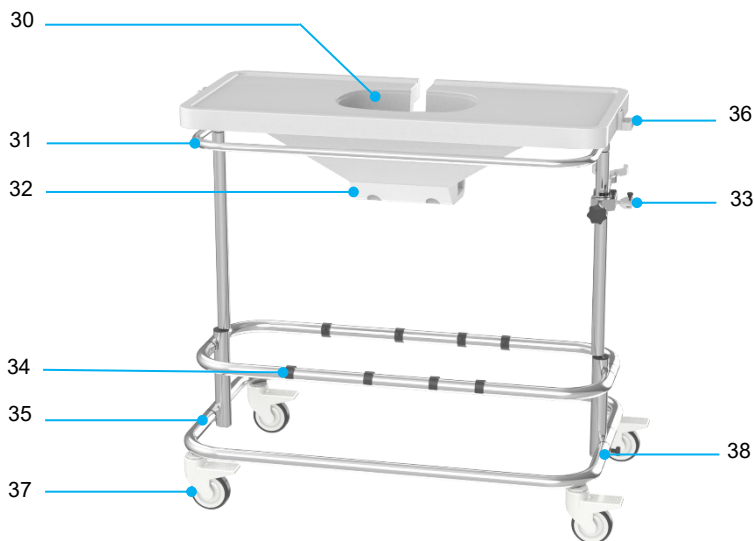

Figure 7 Chariot
L'unité thermique et l'unité de pompe sont montées sur un chariot (voir Figure 7). Le chariot est équipé de roues pivotantes avec freins et d'une barre de poussée pour permettre le transport dans l'hôpital.
- Placez le chariot dans la bonne position et actionnez les freins des roues pivotantes (Figure 7, élément 35).
- Placez le réservoir pour le rein dans la cavité du plateau du Kidney Assist (Figure 7, élément 30).
- Placez le capteur de pression dans les supports sur le côté du plateau (Figure 7, élément 36).
- Placez l'oxygénateur dans le support du chariot (Figure 7, élément 37) en le pressant dans la pince ; voir (Figure 9).